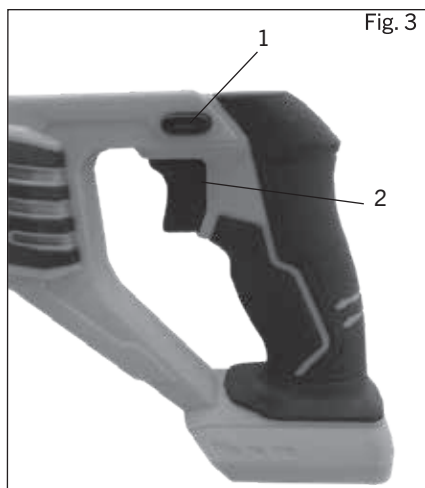

Fig. 3
2. Tout en maintenant l'interrupteur de verrouillage en position pressée, appuyez sur l'interrupteur à gâchette (2) pour mettre la scie en marche. (Fig. 3)